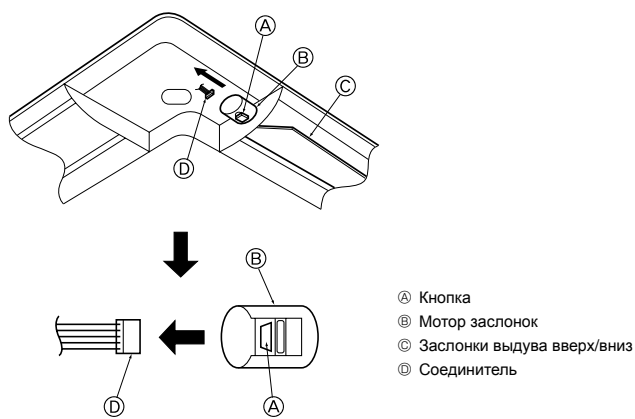

Fig. 5-9
5.4. Блокировка направления воздушного потока вверх/вниз (Fig. 5-9)